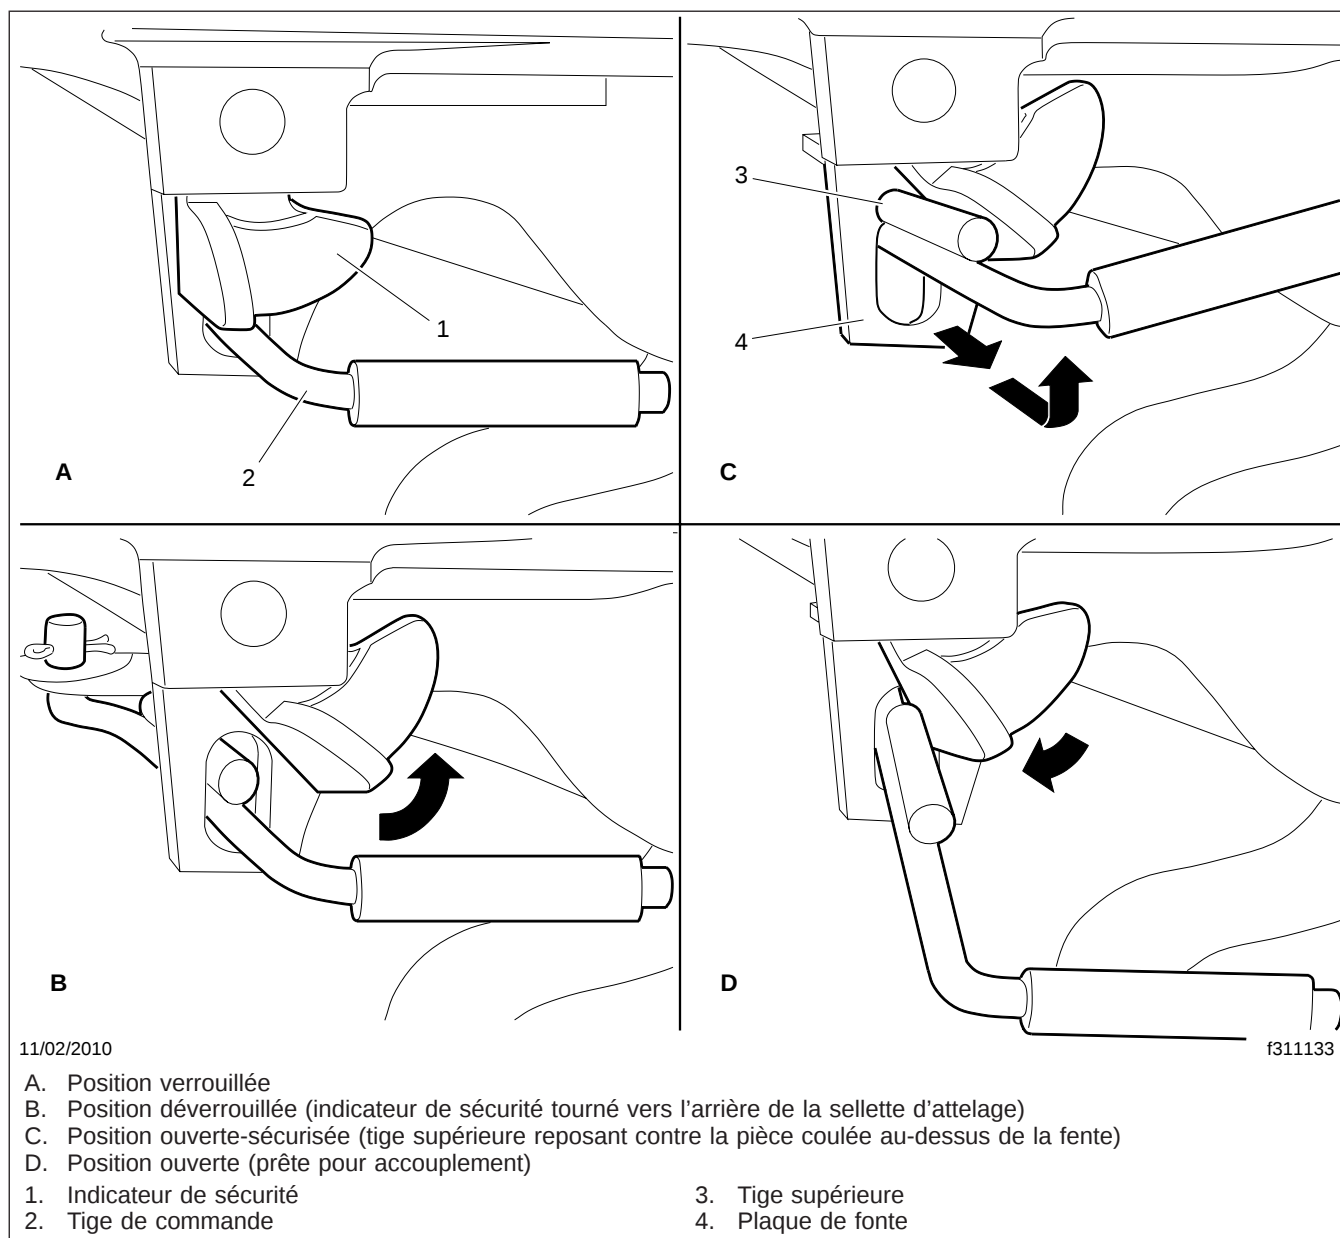

Fig. 17.9, Mécanisme de verrouillage de pivot d'attelage Holland
6.2 **Holland** : À la position verrouillée, l'indicateur de sécurité se balance librement au-dessus de la tige de commande. Voir la figure 17.9, vue A.
Pour déverrouiller le mécanisme, tournez manuellement l'indicateur de sécurité vers l'arrière de la sellette d'attelage. Voir la figure 17.9, vue B.
Tirez sur la tige de commande. Lorsque l'épaule de la tige de commande supérieure est dégagé de la fente, soulevez le levier et positionnez l'épaule de la tige supérieure contre la plaque de fonte, au-dessus de la fente. Voir la figure 17.9, vue C.
La sellette d'attelage est maintenant à la position ouverte-sécurisée et prête pour le désaccouplement. Avec le déplacement avant du véhicule, le pivot d'attelage force la mâchoire à pivoter et entrer en contact avec le mécanisme de verrouillage. Le pivotement prolongé de la mâchoire force le mécanisme de verrouillage vers l'extérieur, et la tige supérieure se réinsère dans la fente. Voir la figure 17.9, vue D. La sellette d'attelage est maintenant prête pour un accouplement.